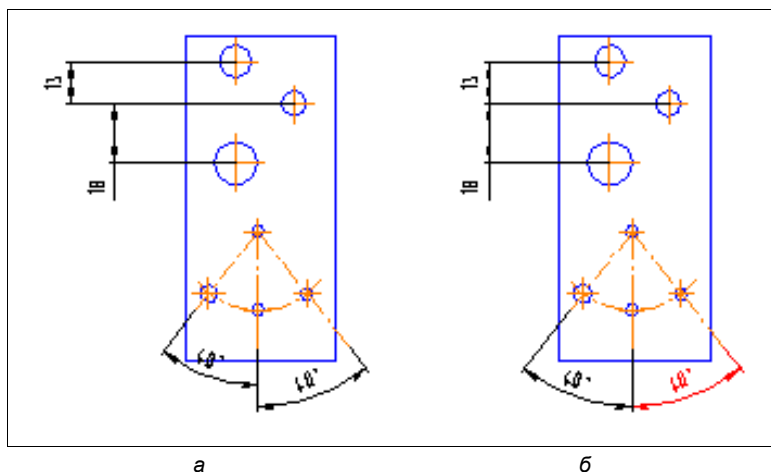

Рис. 11.29. Примеры выравнивания линейных и угловых размеров
Команда **Выровнять размерные линии** становится доступной, если есть хотя бы один размер. Выравниваемые размеры можно указывать как после, так и до вызова команды. Для выравнивания размерных линий начертите эскиз планки, как на рис. 11.29, а. Далее:
- ♦ для выхода из команды нажмите кнопку **Прервать команду**. У вас должно получиться, как на рис. 11.29, б.